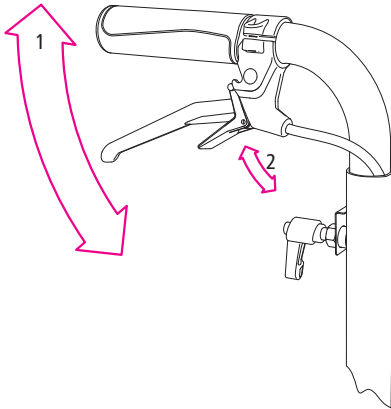

Abb.16
1. Durch Ziehen des Bremshebels nach oben (1, Abb. 16) kann der Rollstuhl kontrolliert abgebremst werden.
2. Um den Rollstuhl zu parken, können Sie den Bremshebel arretieren. Ziehen Sie dazu den kleinen Verriegelungshebel ebenfalls nach oben (2, Abb. 16). Er rastet in der höchsten Position ein. Bei Zug am Bremshebel nach oben löst sich die Arretierung selbstständig und die Bremse ist wieder frei.